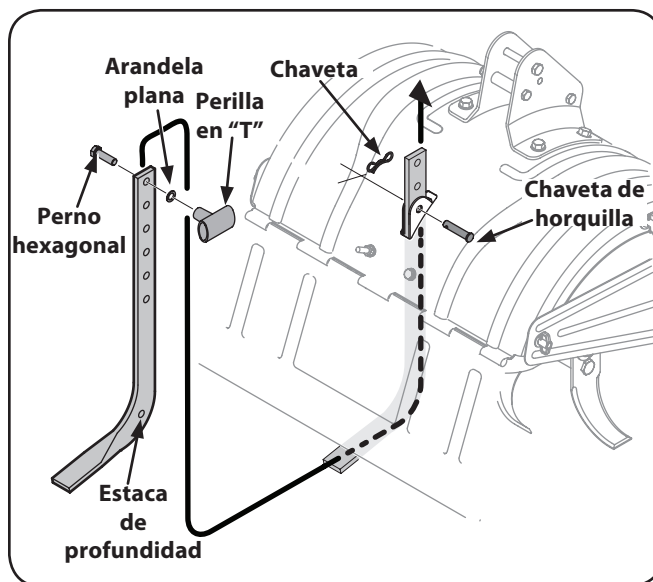

Figura 1-1
2. Desenrosque la perilla en "T" de la parte superior de la estaca de profundidad y retire la arandela plana y el perno hexagonal. Saque el broche de horquilla de la chaveta de horquilla. Vea la Figura 1-1.
5. Inserte un perno hexagonal en el orificio superior del montaje de la estaca de profundidad. Coloque la arandela plana sobre el perno hexagonal y enrosque la perilla en "T" en el perno. Ajuste bien. Vea la Figura 1-1.